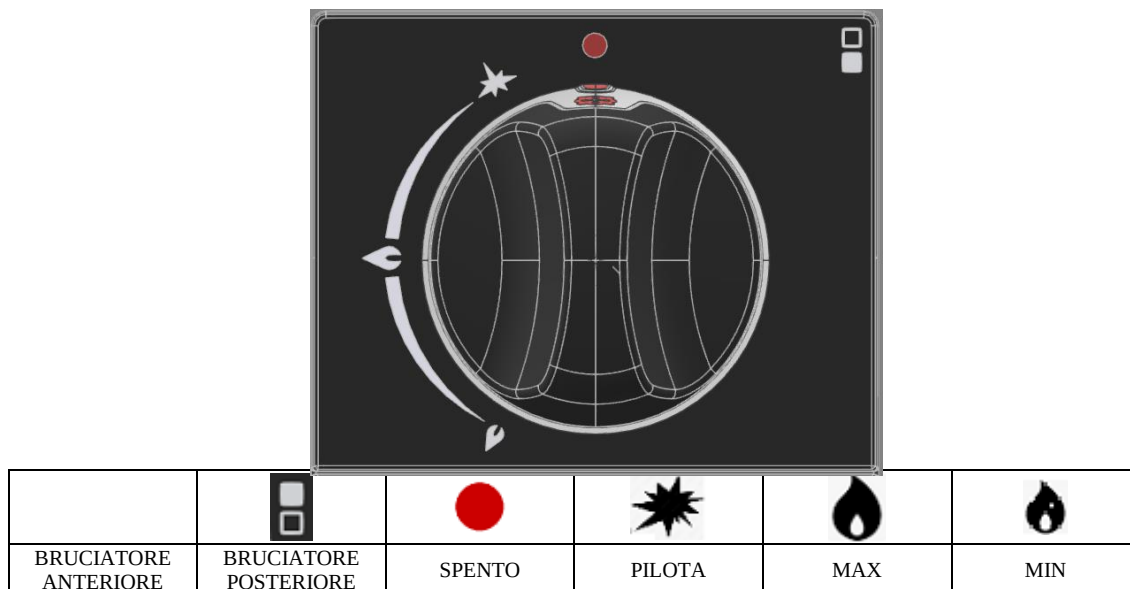

Fig. 7
6.2.1 Accensione dei bruciatori (Fig. 7)